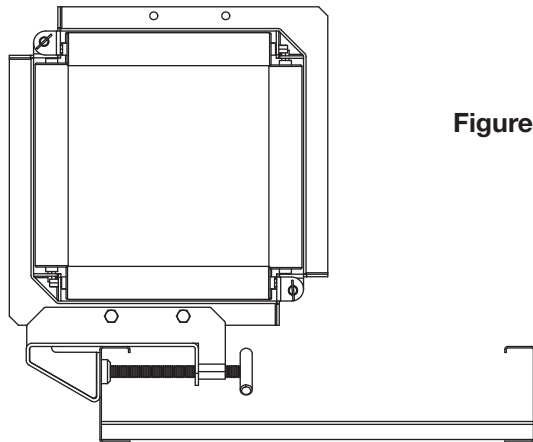

Figure 3
- Le serre-bride peut être monté dans une direction ou dans l'autre pour permettre une orientation adéquate dans le cas des brides nervurées comme indiqué à la Figure 3.